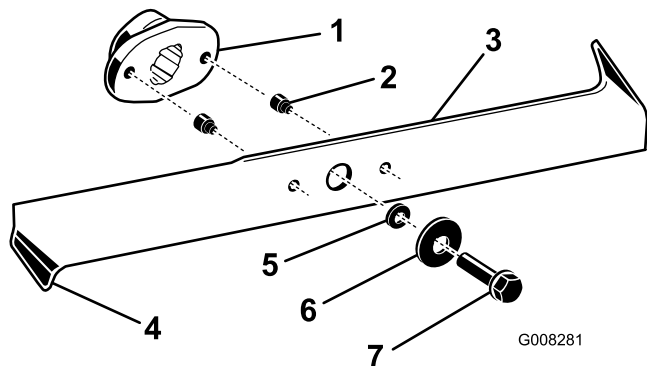

Figure 39
2. Examinez le tranchant des lames (Figure 39). Si elles ne sont pas tranchantes ou si elles présentent des indentations, déposez et affûtez les lames (voir Aiguisage des lames).
4. Si les goupilles de cisaillement sont cassées, remplacez-les immédiatement (Figure 39).
3. Enlevez les boulons, les rondelles et les lames (Figure 39). Pour enlever le boulon, bloquez éventuellement la lame en introduisant une cale en bois entre la lame et le carter de tondeuse.
3. Inspectez les lames, surtout les bords recourbés (Figure 39). Si vous remarquez que les lames sont
1. Montez les lames, les rondelles et les boulons de fixation (Figure 39).